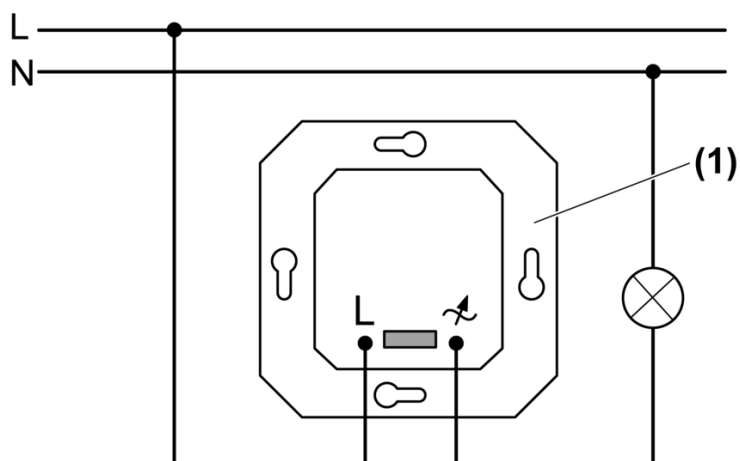

Рис. 2: Схема подключения
- Подключите диммер (1) в соответствии со схемой (Рис. 2)
- Установите накладку (2).
- Установите ручку регулировки (3).